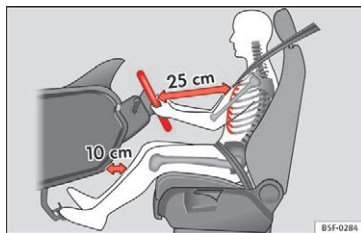

Fig. 72 Korrekt afstand mellem fører og rat
- Indstil rattet, så afstanden mellem rattet og førerens brystkasse er mindst 25 cm » Fig. 72.
- Indstil førersædet, så der mindst er 25 cm mellem brystkassen og rattets midte » Fig. 72. Hvis du sidder tættere på end 25 cm, beskytter airbagsystemet ikke optimalt.